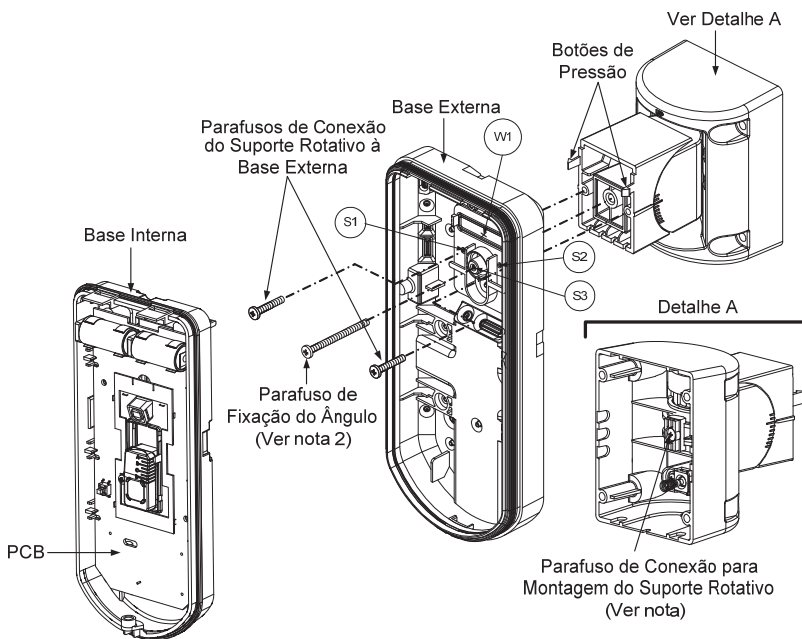

Figura 9
3. Conecte a base externa ao suporte rotativo usando os botões de pressão apropriados (Figura 9).
4. Fixe a base externa ao suporte rotativo com 2 parafusos presos através dos furos pré-marcados S1 e S2 (Figura 9).
5. Insira o parafuso de fixação do ângulo da base externa (Incluso) através do furo pré-marcado do parafuso de fixação do ângulo S3 na base interna ao suporte rotativo padrão (Figura 9).
Quando as marcas nas duas partes móveis estão alinhadas (Figura 9) o Suporte Rotativo Padrão está na posição vertical / horizontal de 0°. Cada clique a partir desta posição / representa um desvio de 5° na posição vertical / horizontal.